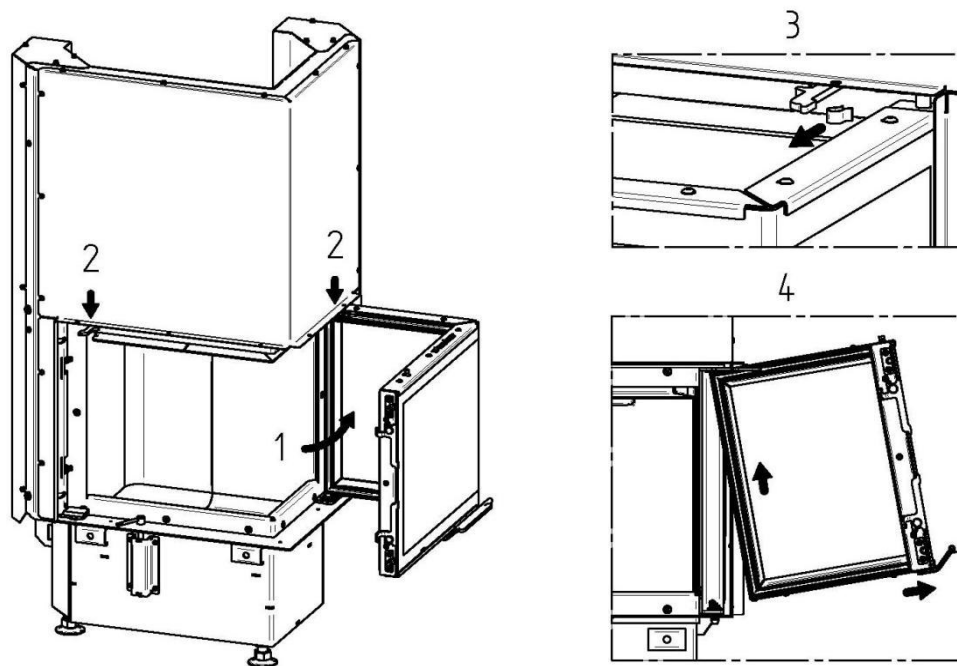

Рис. 9
- **Угловая топка с подъемным механизмом (Рис. 9)**